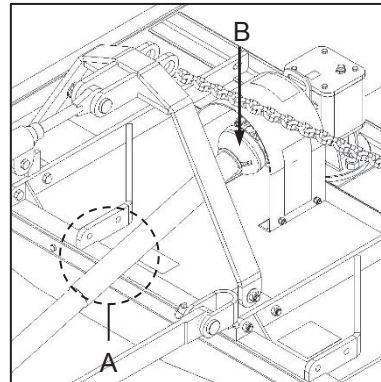

Fig. 2
- ✔ Following installation of the PTO shaft, lift the implement to an acceptable transporting height and ensure that there is no contact between the PTO driveshaft and the implement (Fig. 2-A).
- ✔ Ensure that universal joint operating angles are not exceeded and that over-compression or over-extension of the PTO driveshaft is avoided (Fig. 2-B).
- ✔ Na installering van die kragaftakkeras moet die implement tot 'n aanvaarbare vervoerhoogte gelig word, en maak seker dat daar geen kontak tussen die kragaftakkeras en die implement is nie (Fig. 2-A).
- ✔ Verseker dat kruiskoppelingwerkshoeke nie oorskry word nie en dat geen oorkompressie of oorverlenging van die kragaftakkeras plaasvind nie (Fig. 2-B).